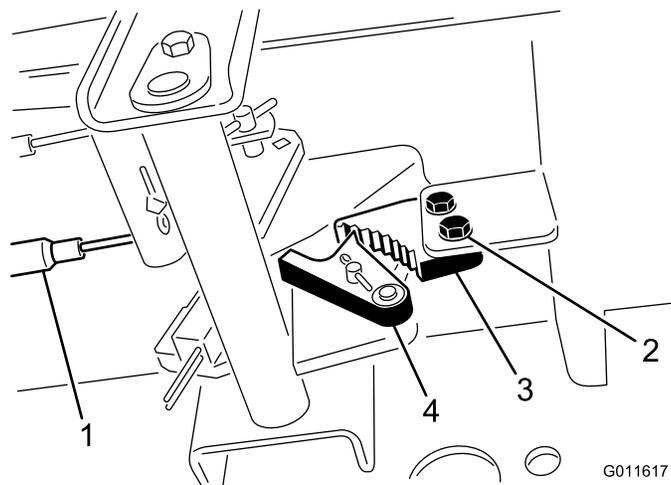

Bild 75
1. Lösen Sie die zwei Schrauben, mit denen die Sperre der Feststellbremse am Rahmen befestigt ist (Bild 75).
2. Drücken Sie das Pedal der Feststellbremse nach vorne, bis der Bremsauslöser ganz an der Bremssperre greift (Bild 75).